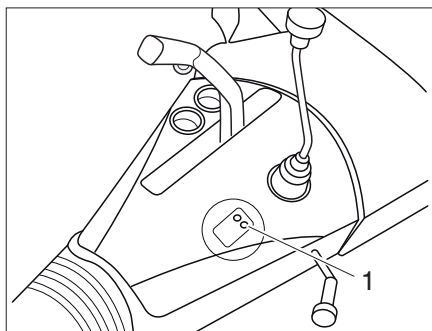

Fig. 3 LED dell'ATC (AL-KO Trailer Control)
Viene eseguito un autotest; il LED (Fig. 3,1) è acceso in rosso.
- Al termine dell'autotest il LED (Fig. 3,1) è acceso in verde e l'ATC è attivo.